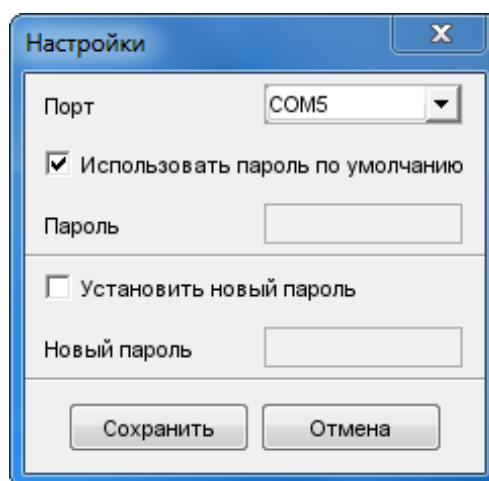

Рис. 2.14 Установка настроек подключения ДУТ – окно «Настройки»
2. В открывшемся окне выберите COM-порт, который был создан при подключении устройства настройки UNIC (рис. 2.14).